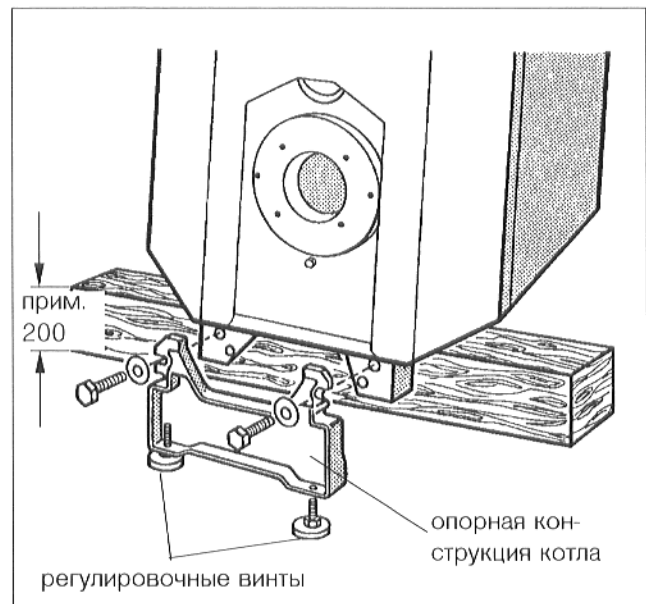

Рис. 5
- Слегка опрокинуть котел назад. Предохранить котел так, чтобы переднюю часть опорной конструкции можно было бы безопасно привинтить к ножкам котла (рис. 5).
- Приставить кронштейны к опорной конструкции котла под ножки у передней части (рис. 5 и 6).